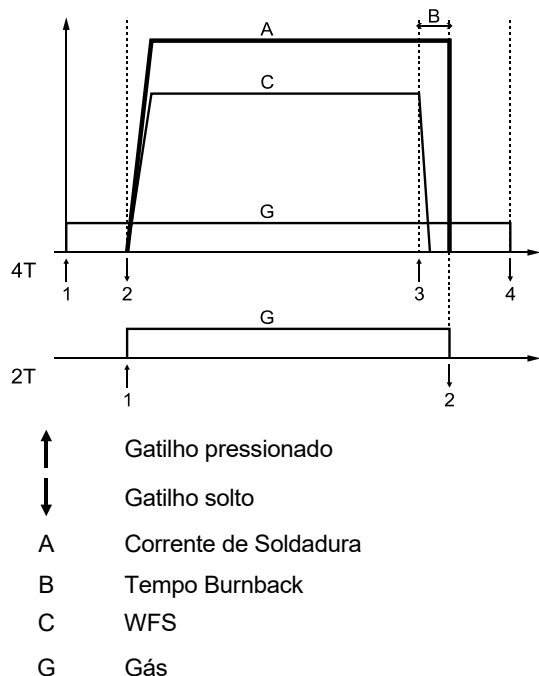

Figura 9
20. Comutador do modo da pistola: permite seleccionar o modo da pistola de 2 passos ou 4 passos. A funcionalidade do modo 2T/4T é apresentada na Figura 9.